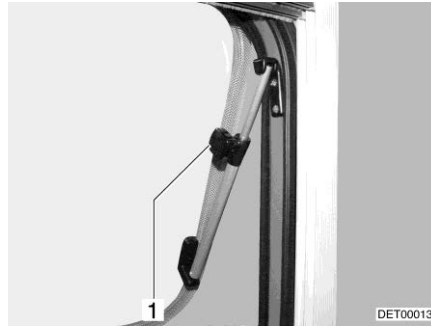

Bild 70 Dachhaube mit Dreh-Ausstellern, geöffnet
- Dachhaube bis zur gewünschten Stellung öffnen und mit Rändelknopf (Bild 70,1) feststellen.
- Rändelknopf (Bild 70,1) drehen, bis Arretierung freigegeben wird.